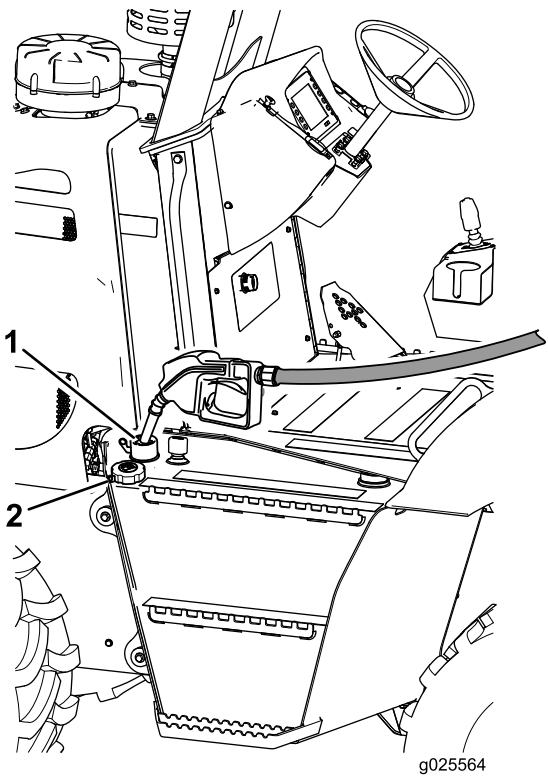

Figure 19
1. Nettoyez la surface autour du bouchon du réservoir de carburant et enlevez le bouchon (Figure 19).